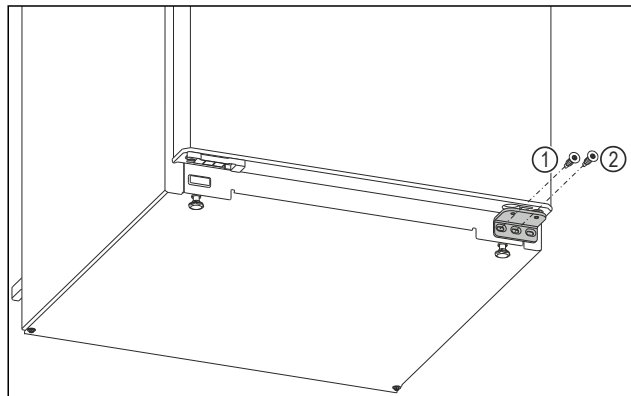

Fig. 4
- Desatornillar el tornillo interior en el caballete inferior con un destornillador Torx 20. Fig. 4 (1)
- Desatornillar el tornillo central del caballete inferior con un destornillador Torx 20. Fig. 4 (2)